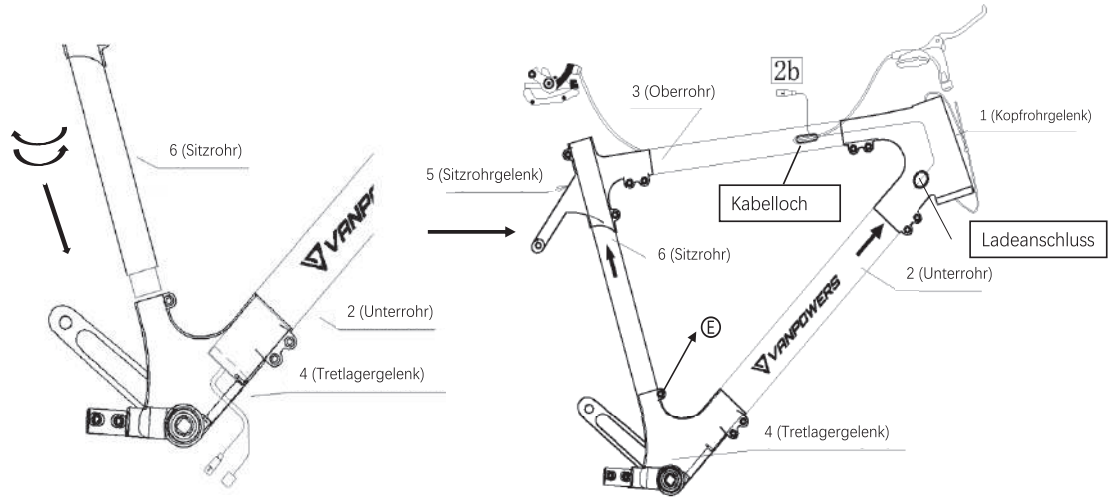

Abb. 13
b. Setzen Sie Teil 6 in Teil 4 ein, bis kein Spalt mehr dazwischen ist, wie in Abb. 13 gezeigt. Ziehen Sie die Schraube © noch nicht fest.